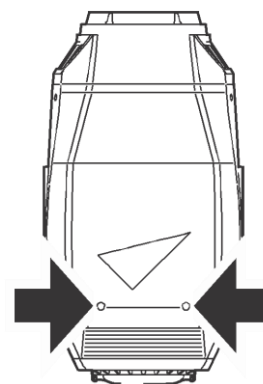

Рисунок 20. Винты крышки головки
2. Снимите обе крышки головки, отвернув крепежные винты на четверть оборота (см. рисунок 20).
3. Снимите два крепежных винта с фиксацией на четверть оборота (см. рисунок 20) с верхней крышки, а затем снимите крышку с головки. Оставьте крышку висеть на предохранительном тросе или открепите его и снимите крышку полностью.